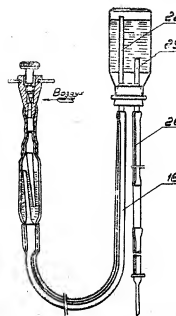

Рис. 4. Сборка аппарата при работе на банке Воброва.
7. Сборка арматуры при работе на банках 0,5 л. (рис. 4).